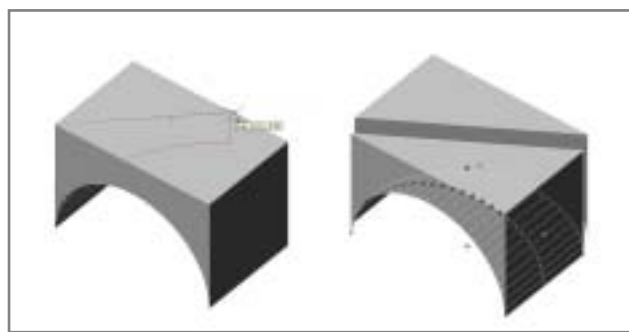

Рис. 9
8. Объекты *Mass Elements* доступны также для операции *Split (Разделение)* (аналога команды *Solids AutoCAD Slice (Разрезание)*). Выделите *Mass Element*, нажмите правую клавишу мыши, выберите команду *Split*. Последовательно укажите на "плане" первую и вторую точки секущей плоскости. Разделение всегда производится плоскостью, перпендикулярной "плану", а разделенные объекты становятся полностью самостоятельными. Продолжение изменений объекта в "плане" производится растягиванием *Grips* (рис. 9).